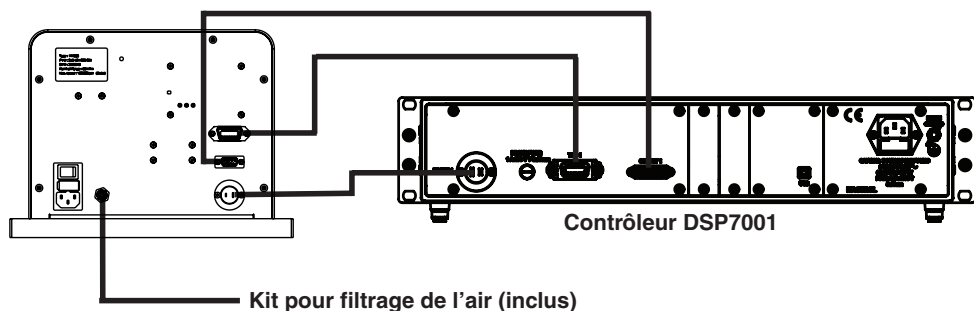

Figure 5-1 Câblage pour le calibrage
2. Connecter le frein à l'électronique DSP comme indiqué sur la *figure 5-1* ci-dessous. Veiller à la mise à la terre correcte de l'équipement.